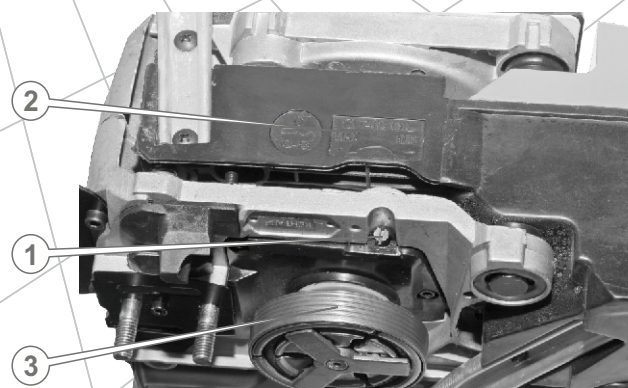

Рис. 11
Шлиц штока маслonaсоса (1) расположен на донной части бензопилы под муфтой сцепления (3) (см. рис. 11).
2. Отрегулируйте подачу масла на цепь согласно указателю (2), промаркированному на донной части бензопилы (см. рис. 11).